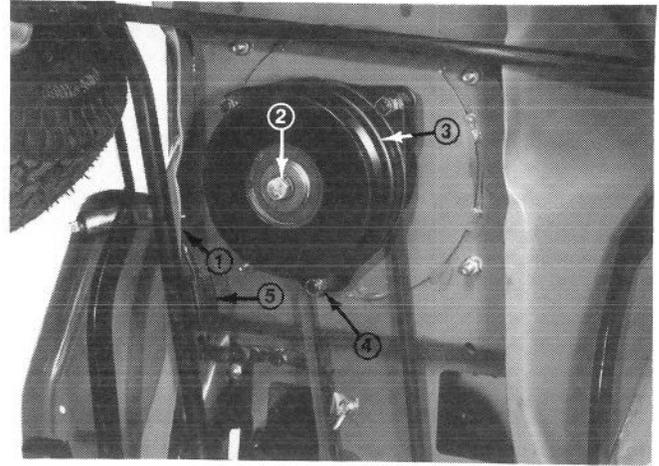

Fig. 28
4. Déconnecter le boulon retenant la fixation du fil de l'embrayage électromagnétique de la lame. Débrancher le connecteur en ligne (Fig. 28).
5. Déposer le boulon retenant l'ensemble embrayage de la lame (Fig. 28) à l'avant de la machine et déposer l'assemblage. Noter qu'un montant en acier soudé sous le tracteur empêche l'embrayage de tourner.